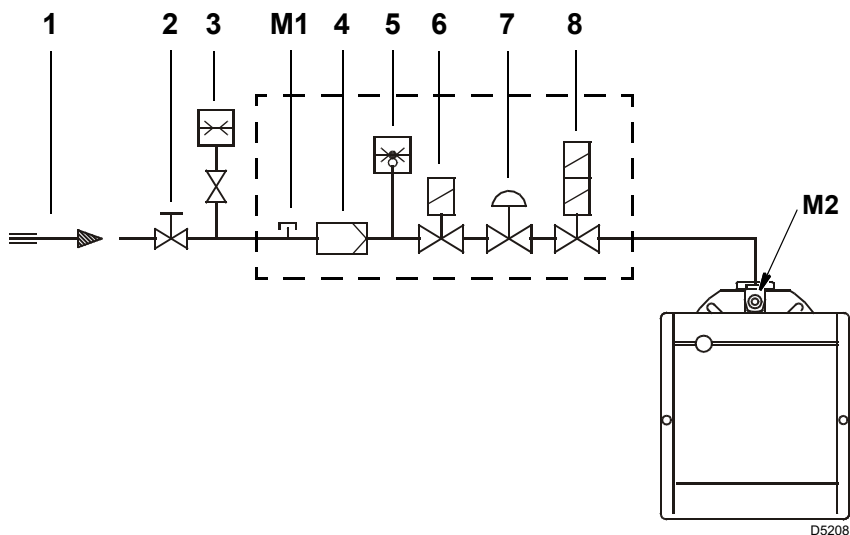

Рис. 16
Обозначения (Рис. 16)
Давление газа, измеренное на штуцере M2)(Рис. 16 на стр. 18), с:
- отнимите от давления газа на штуцере M2(Рис. 16 на стр. 18) давление в камере сгорания.
Давление газа на штуцере M2) (Рис. 16 на стр. 18) = 10 мбар
M2)(Рис. 16 на стр. 18) в условиях максимальной мощности модуляции, при которой должна работать горелка, выполните следующее:
- Посмотрите справа в столбце 1 давление на штуцере M2) (Рис. 16 на стр. 18).
необходимое давление на штуцере M2)(Рис. 16 на стр. 18).